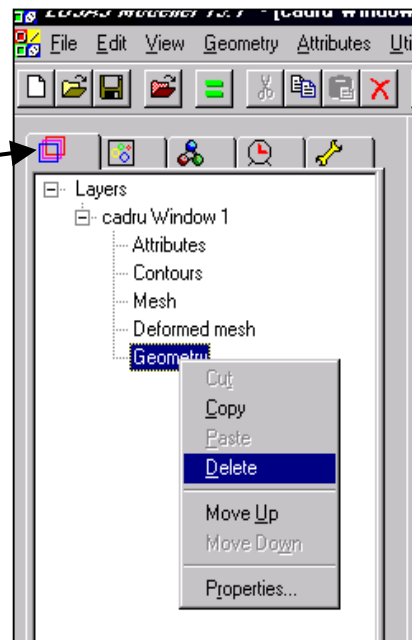

Fig. 45
- selectați comanda **Delete** (fig. 45)